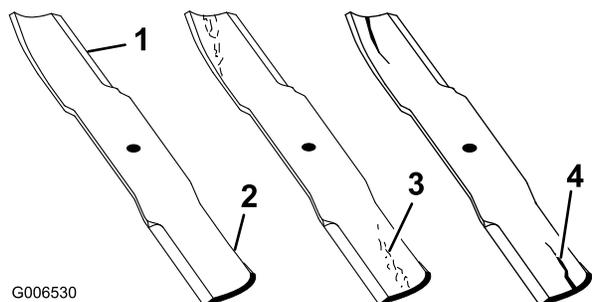

Figure 55
1. Examinez le tranchant des lames (Figure 55). Si les lames sont émoussées ou présentent des indentations, déposez-les et affûtez-les. Voir Aiguisage des lames.
2. Inspectez les lames, surtout la partie relevée (Figure 55). Remplacez toute lame fendue, usée ou qui présente une entaille (repère 3. de Figure 55).